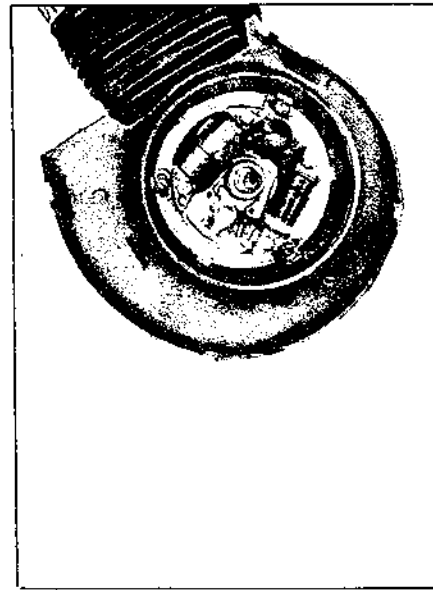

Fig. 17
- 5-2-4** Faire tourner à nouveau le vilebrequin vers la droite pour amener les vis platinées à leur position de décollage maximum et vérifier que le jeu se situe bien entre 0,3 et 0,4 mm (Voir Fig. 17)